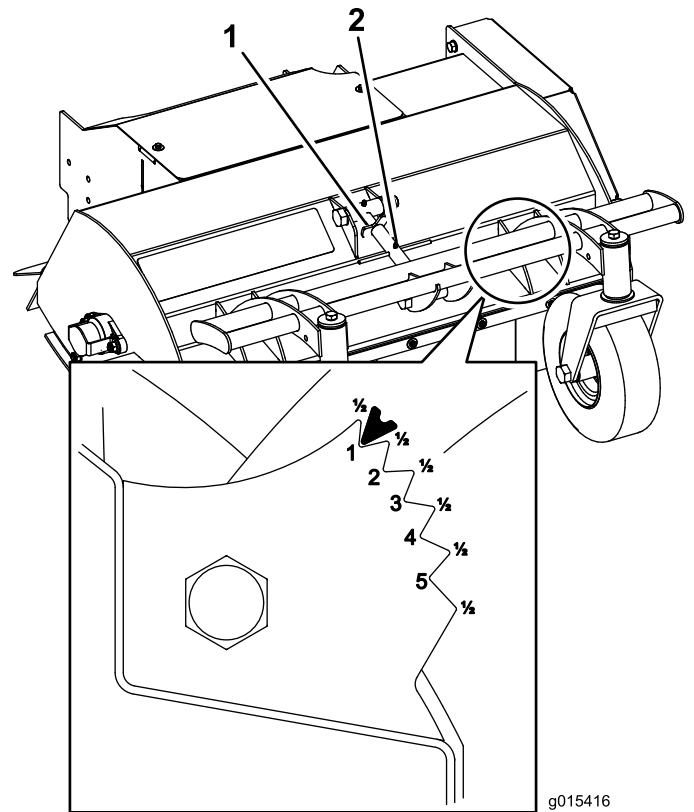

Bild 3
3. Stellen Sie sich vor den Rasenmäher und lösen Sie die Arretierung der Spannschraube (**Bild 3**).
4. Drehen Sie die Spannschraube im Uhrzeigersinn, um die Schnitthöhe zu verringern, und gegen den Uhrzeigersinn, um die Schnitthöhe zu erhöhen, bis Sie die gewünschte Einstellung auf der Schnitthöhenanzeige erreichen (Bild 3).
5. Stellen Sie die Arretierung der Spannschraube ein, um die Schnitthöheneinstellung zu verriegeln (Bild 3).